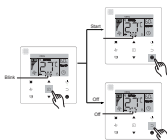

Figura 6.14
- Activar/desactivar la función **ECO** : pulse el botón **Fz** para ir a la función **ECO** (el icono  parpadeará en pantalla); a continuación, pulse  para confirmar y activar la función o bien pulse  para cancelar y desactivar la función (ver Figura 6.14).